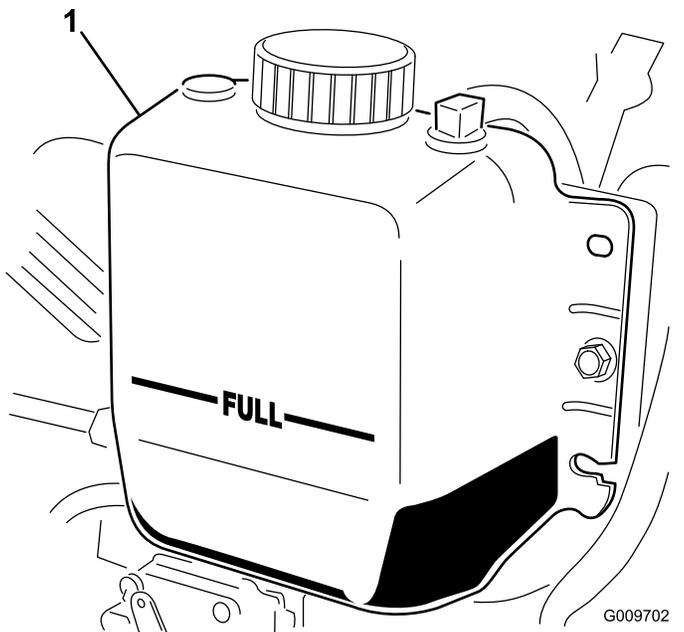

Bild 19
2. Prüfen Sie den Kühlmittelstand im Kühler. Der Kühler sollte bis zur Oberseite des Einfüllstutzens und das Ausdehnungsgefäß bis zur Voll-Markierung gefüllt sein (Bild 19).